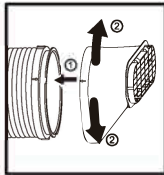

Fig. 2
2. Alinee las flechas de la salida de la manguera y de la manguera. Coloque el conector de salida de la manguera girándolo en el sentido de las agujas del reloj o en sentido contrario. (fig. 2)